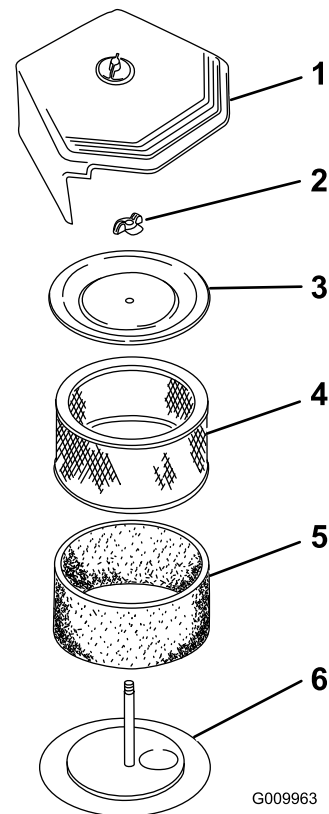

Figure 45
3. Desserrez le bouton de retenue du couvercle et déposez le couvercle (Figure 45).
6. Enlevez l'écrou du couvercle et le couvercle de l'élément filtrant (Figure 45).
2. Lavez le préfiltre à l'eau chaude additionnée de détergent (Figure 45).
2. Installez le préfiltre (après l'avoir huilé) sur l'élément filtrant (Figure 45).
3. Montez l'élément filtrant sur la base (Figure 45). Vérifiez qu'il est bien installé.
4. Mettez le couvercle de l'élément filtrant en place air et fixez-le avec l'écrou (Figure 45).